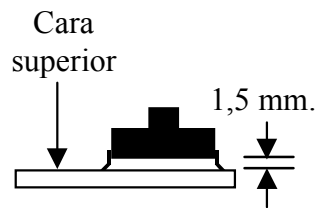

**Figura 5-1**
- Localice el Juego de Espaciadores (Figura 5-1). Utilizando cuidadosamente unas alicates alargadas rompa el espaciador para los pulsadores y los cuatro para los LED luminosos. Rompa el material únicamente por los ocho puntos estrechos desechando las dos piezas de soporte (marcadas X).